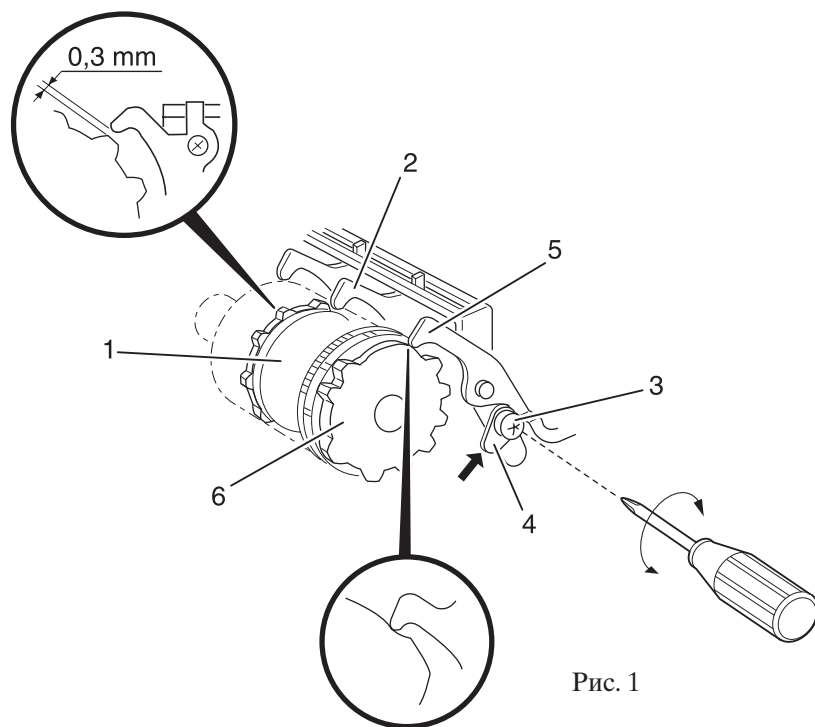

Рис. 1
- Ослабьте крепежный винт 3 (рис. 1 и 1а).
Рис. 1а